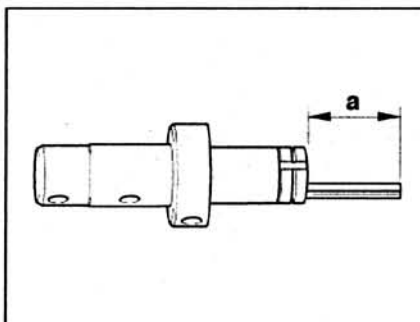

Рис. 4.47. Отрегулируйте выступание «а» пружинного пальца вала передачи заднего хода.
22. Отрегулируйте выступание «а» пружинного пальца вала передачи заднего хода до расстояния 46.5-47.0 мм (рис.4.47).